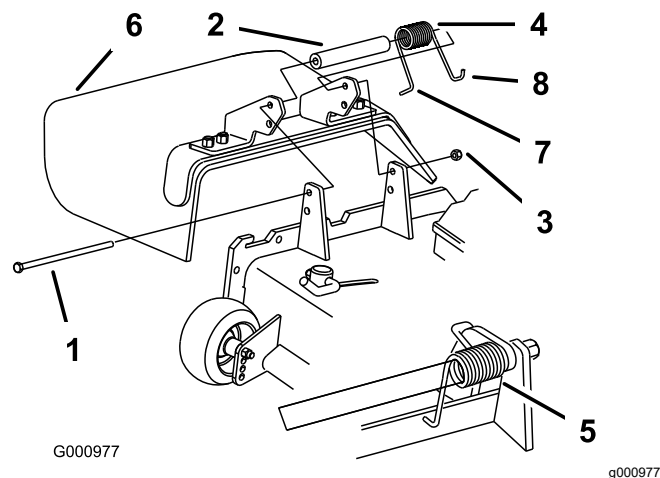

Figure 28
- Retirez le contre-écrou, le boulon, le ressort et l'entretoise qui fixent le déflecteur aux supports de pivot (Figure 28). Déposez le déflecteur d'herbe s'il est endommagé ou usé.
Remarque: Prenez soin de placer l'extrémité en L du ressort derrière le bord de l'unité de coupe avant de mettre le boulon en place, comme montré à la Figure 28.
- Remettez le boulon et l'écrou. Placez l'extrémité en J du ressort autour du déflecteur d'herbe (Figure 28).